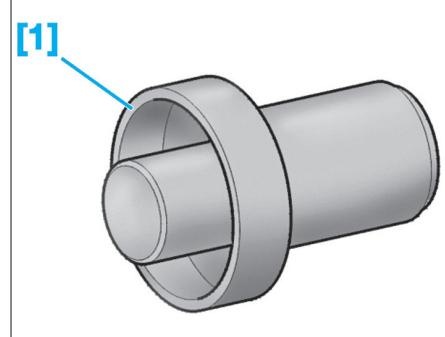

Fig. 66
- [1]. Tampon pour dépose et repose du roulement de moyeu (Ref. 0539-T) (Fig.66).